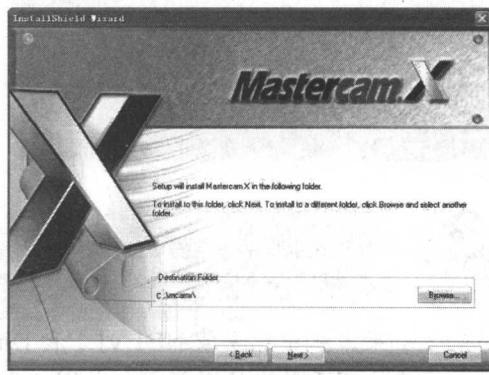

图1-8
7. 单击 **Next >** 按钮出现安装界面 5，设置安装路径如图 1-8 所示。